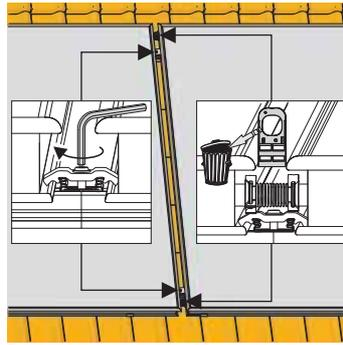

Figure 3-29 Retirez les supports de montage
9. Vissez les mises à la terre doubles (Figure 3-29).
10. Retirez les supports de montage (Figure 3-29).